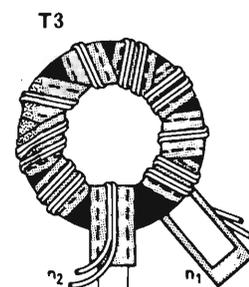

Fig. 19 - Realizzazione pratica di T3.
- T3 = Nucleo: toroide in ferroxcube 4C6, diametro esterno 23 mm; diametro interno 14 mm; spessore 7 mm. Per gli avvolgimenti (vedi fig. 19), n 1:10 spire p.t.f.e./laminato foglio rame: larghezza del rame 4 mm, spessore 0,075 mm; parte esterna p.t.f.e.: n 2:16 spire di rame smaltato da 2x 0,6 mm avvolte in bifilare.